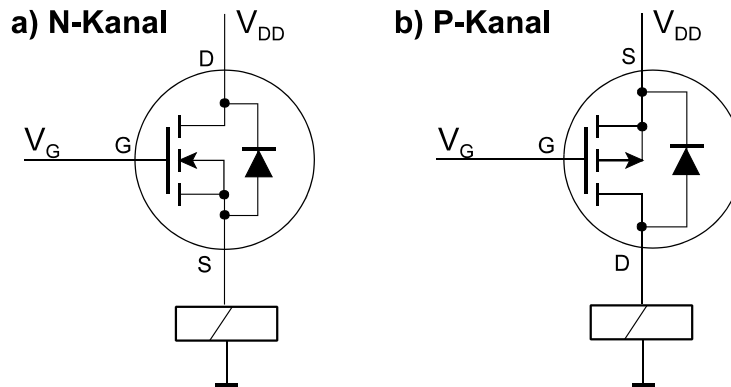

Abb. 6
11. Abb. 6 zeigt FETs als Leistungsschalter, die jeweils ein Relais ansteuern Die Betriebsspannung V_{DD} betrage 48 V. Wir betrachten zwei Auslegungen, a) mit einem N-Kanal-Typ und b) mit einem P-Kanal-Typ. Die Kennwerte sollen, von der Polung abgesehen, Abb. 6 entsprechen (Datenblattauszug auf Seite 4). Deuten Sie ggf. durch Pfeile an, wo Sie die jeweiligen Kennwerte entnommen haben.